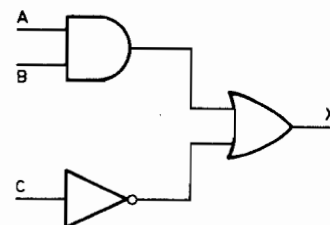

Fig. 22. - Schéma du deuxième exercice.
2) Quelle est la formule du circuit représenté sur la figure 22 ?